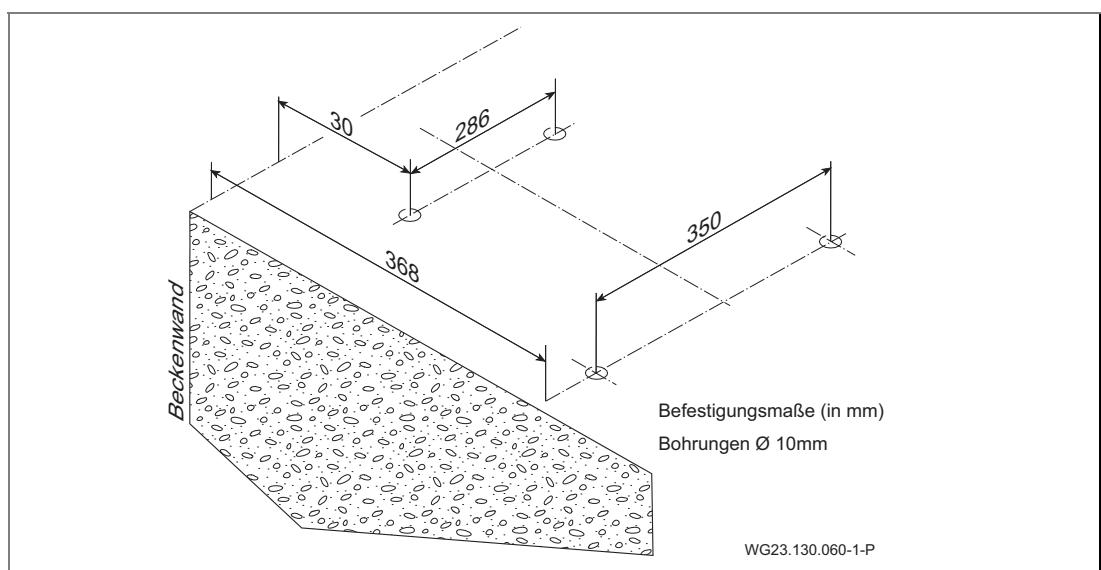
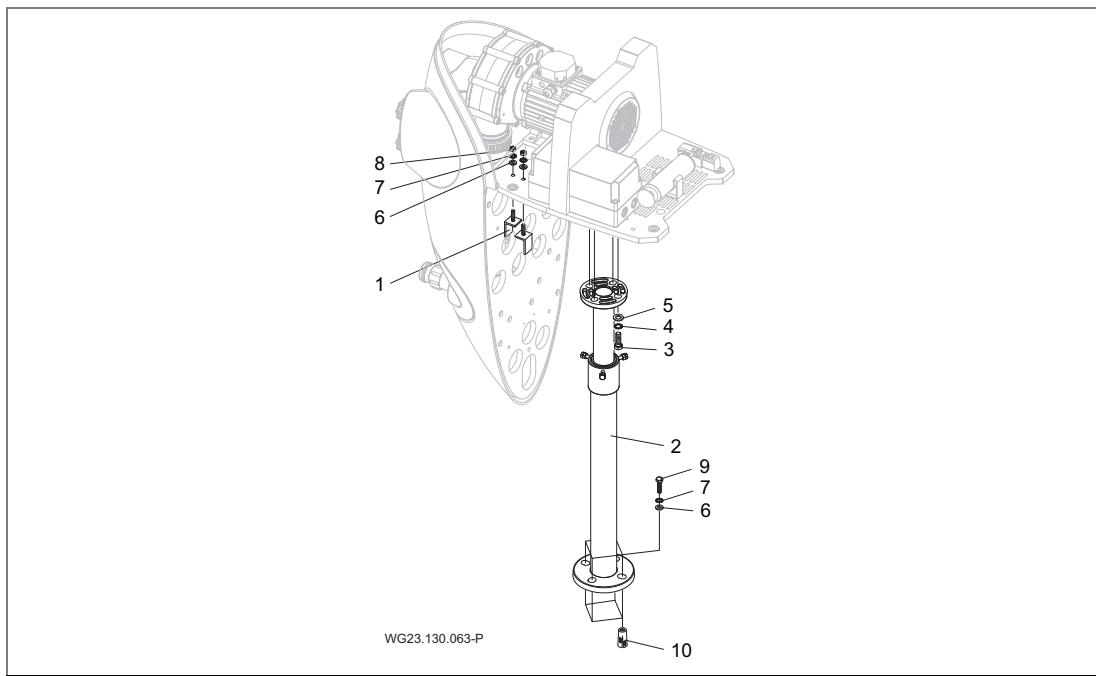

Abb. 4
Abb. 5
- Aufstellungsort wählen und nach Abb. 4 vorbereiten. Wenn die Anlage für ein Aufstellbecken verwendet wird, muss der Sicherheitsteleskopstötzfuß verwendet werden. Siehe "Abb. 5" auf Seite 20
- Anlage abheben und an markierten Stellen Bohrungen mit Ø10 mm bohren. Siehe "Abb. 4" auf Seite 19